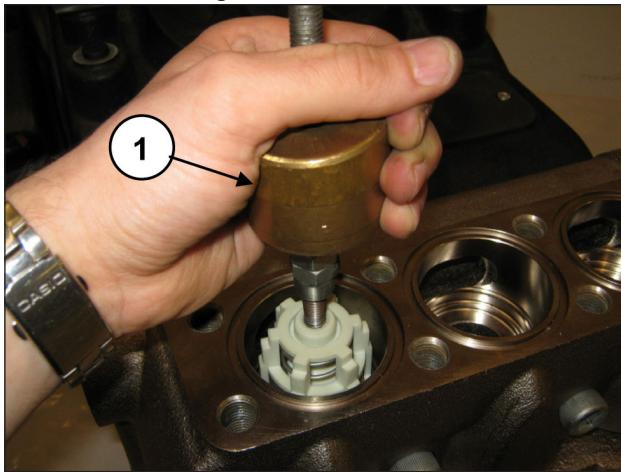

Abb. 138
Lösen Sie die 8 Schrauben M16x45 des Saugventildeckels (Pos. ①, Abb. 138) und nehmen Sie den Deckel ab (Pos. ①, Abb. 139).